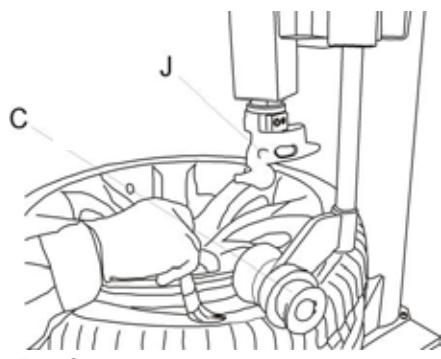

Fig. 9
1. Pressez le pneu avec le rouleau C, G jusqu'à ce qu'il soit 3 cm plus bas que le bord de la jante. Lubrifiez le talon du pneu, tournez le plateau, levez le rouleau C, G (fig. 9).